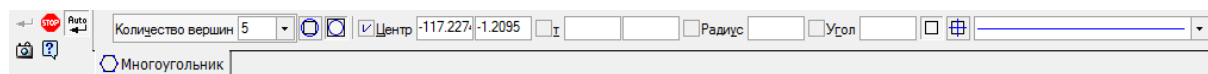

Рис. 48
1. У полі **Количество вершин** на *Панелі свойств* (рис. 48) задати кількість вершин багатокутника.
Щоб перейти до іншого способу побудови, потрібно натиснути кнопку **По описанной окружности**  (рис. 48).
3. Вказати довільно курсором розташування центра багатокутника або ввести його координати у відповідних полях *Панелі свойств* (рис. 48).
5. У полі **Угол первой вершины** ввести значення кута нахилу багатокутника (рис. 48).
За замовченням багатокутник будується без осьових ліній. На **Панелі властивостей** буде включена кнопка **Без осей**  (рис. 48). Щоб побудувати багатокутник з осьовими лініями, потрібно натиснути кнопку **С осями**  (рис. 48).